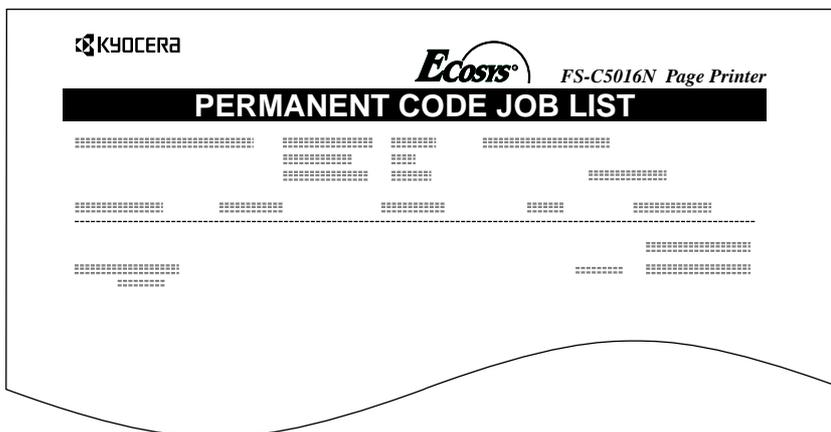

图 3-5
- 6 再次按 **ENTER** (回车) 键。打印机打印出一张如下 图 3-5 所示的编码作业列表。